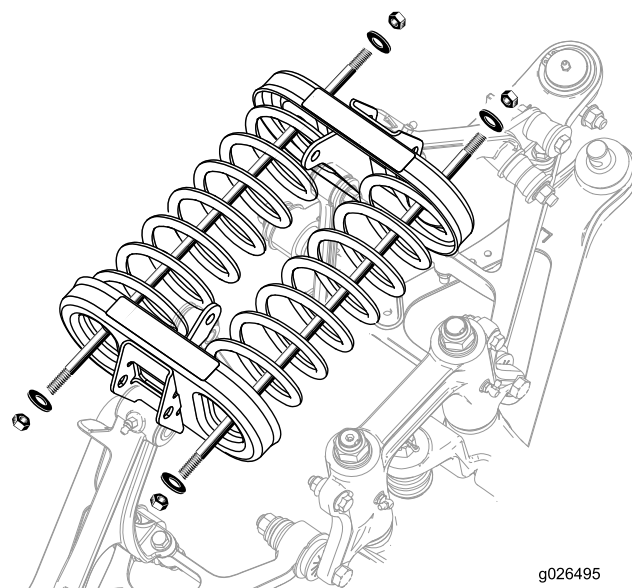

Bild 19
3. Befestigen Sie die Schrauben und Scheiben an beiden Seiten der Stange (Bild 19).